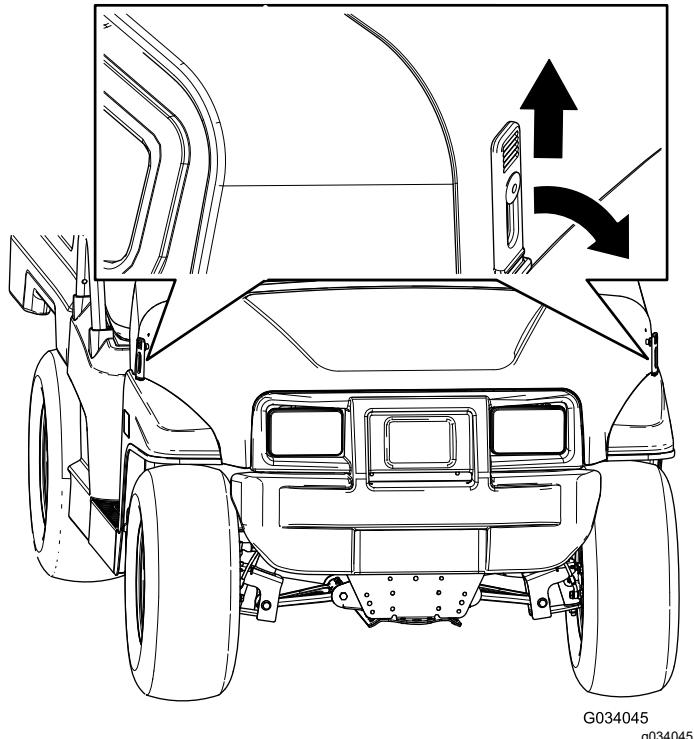

Figura 31
1. Eleve a pega dos trincos de borracha de cada lado do capot (Figura 31).
2. Segure no capot alinhando os trincos de borracha com as âncoras do trinco em cada lado do capot (Figura 31).